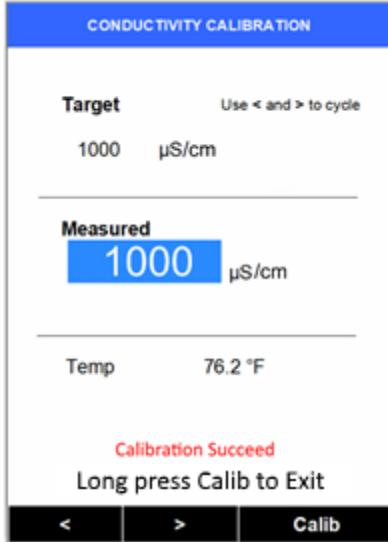

图 21
- 11) 校准成功后, 仪表会显示标准溶液数值。同时屏幕下方会出现“Calibration Succeed” (“校准成功”) 提示, 如图21。